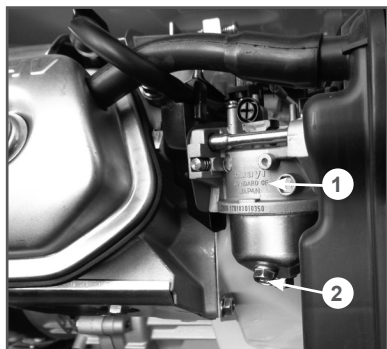

Рис. 20 Слив топлива из карбюратора
3. Открутите болт 2 на карбюраторе 1 (Рис. 20) и слейте топливо из поплавковой камеры в подготовленную для этого емкость.
2. Слейте топливо из карбюратора (Рис. 20).